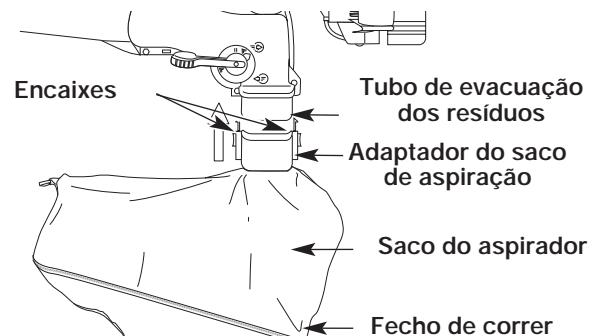

Fig. 4
2. Faça deslizar o adaptador do saco de aspiração no tubo de evacuação dos detritos do resguardo. Empurre o adaptador para engatar os encaixes de ambos os lados e fixar então o saco no aparelho (Fig. 4).